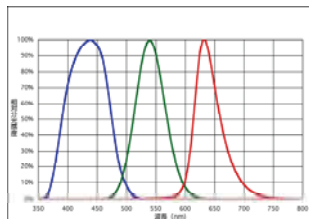
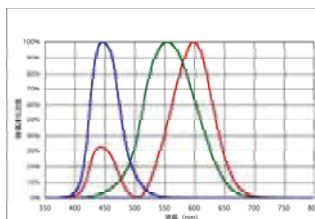

図1. 一般的なフィルムの分光特性
図2. 一般的なデジタルカメラの分光特性 (人の目に近似した分光特性)
プロデジカラー C-500 は、①デジタルカメラのセンサー特性に合わせたデジタルモード※1、②フィルムの特性に合わせたフィルムモードの切替により、色温度や補正值 (指数およびフィルター番号) をそれぞれ表示させることが可能です。デジタルとフィルムの分光特性の違いは、上記の図1、図2のように違います。フィルムの分光特性に合わせた色温度や補正值を表示するこれまでのカラーメーターに比べ、プロデジカラー C-500 では、デジタルカメラの撮影において忠実な色再現を実現するための正確な色温度を表示することができます。